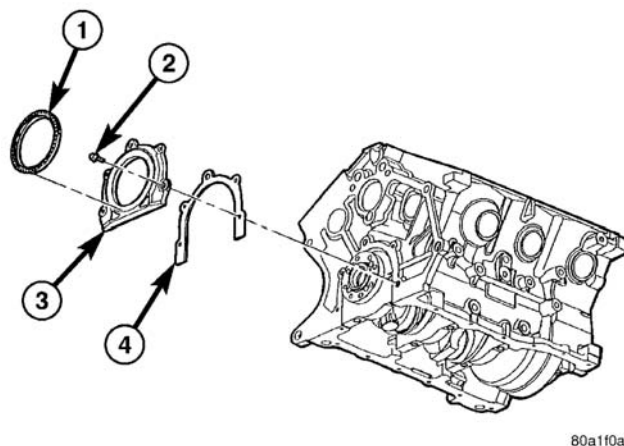

图 69 曲轴后油封
- (1) 拆卸曲轴后油封。（请参阅第 9 单元-发动机/发动机体/曲轴油封-后-拆卸）
- (2) 拆卸机油盘。（请参阅第 9 单元-发动机/润滑/机油盘—拆卸）
- (3) 拆卸油封固定件螺丝（图 69）。
- (4) 拆卸油封固定件（图 69）。
- (5) 清洁发动机体与油液和衬垫材料的固定件。确定表面清洁，无油污。
- (1) 固定新垫圈，将固定件安装至缸体（图 69）。将螺丝拧紧至 $12\text{N} \cdot \text{m}$ (105in.lbs.)。
- (2) 安装机油盘。（请参阅第 9 单元-发动机/润滑/机油盘—安装）
- (3) 安装油封。（请参阅第 9 单元-发动机/发动机体/曲轴油封-后-安装）